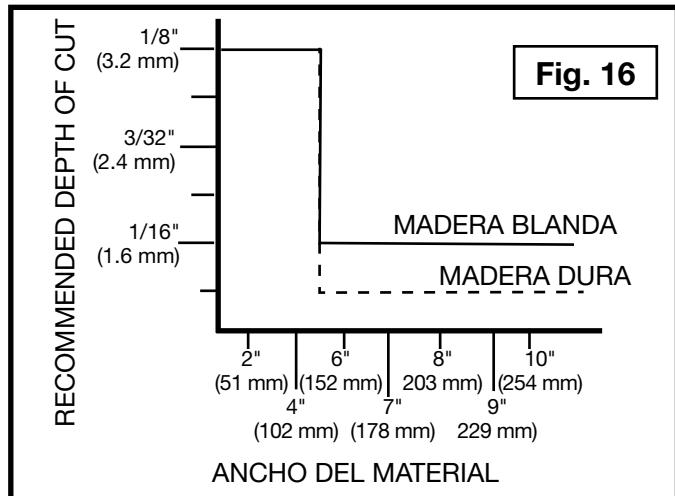

Fig. 16
Puede realizar cortes con una profundidad de 3,2 mm (1/8") en maderas blandas de hasta 152 mm (6") de ancho y en maderas duras de hasta 102 mm (4") de ancho. (Consulte la Fig. 16).
Para maderas blandas de 152 mm (6") a 330 mm (13") de ancho, utilice una profundidad máxima de corte de 1,6 mm (1/16"). Para maderas duras de 152 mm (6") a 330 mm (13") de ancho, utilice una profundidad máxima de corte de 1,2 mm (3/64") (Fig. 16).
**NOTA:** Siempre cepille siguiendo la dirección de la veta. Sostenga la pieza de trabajo en forma correcta en todo momento. No se recomienda cepillar material con menos de 19 mm (3/4") de ancho. Si debe cepillar materiales angostos, siempre que sea posible agrupe varias piezas y cepíllelas juntas como una sola pieza de trabajo. La profundidad máxima de corte en una pasada es de 3,2 mm (1/8"), en materiales de menos de 152 mm (6") de ancho. Nunca intente modificar la cepilladora que realizar cortes más profundos. Siga las normas de ancho y profundidad de corte recomendadas, que se muestran en la Fig. 16 para obtener mejores resultados.